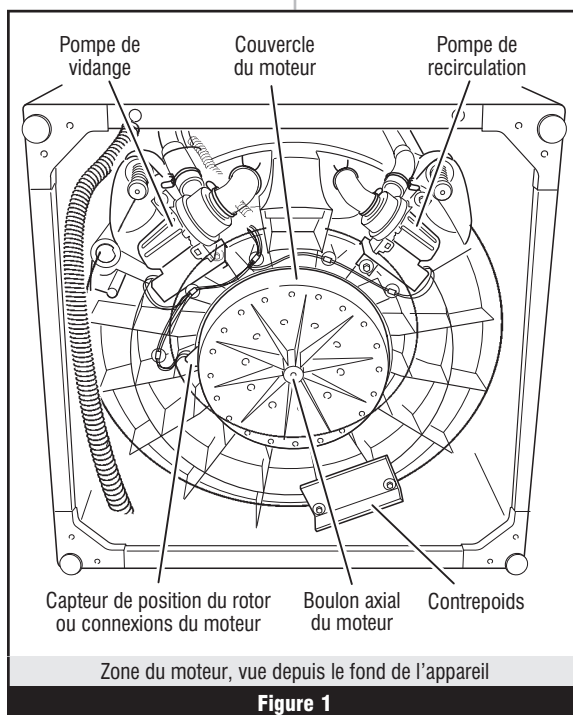
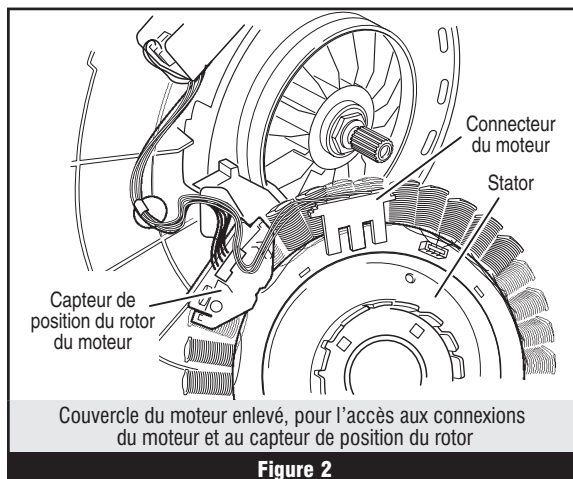

Figure 1
Figure 2
7. Incliner la machine vers l'avant pour accéder au fond de la machine et à la zone du moteur. Voir figure 1. Enlever le boulon axial du moteur, puis le couvercle du moteur, pour accéder aux connexions. Voir figure 2.
9. Avec un ohmmètre, vérifier la continuité entre toutes les broches du connecteur P10 du module de commande machine/moteur et le connecteur du capteur de position du moteur. Voir figures 2 et 4, pages 12 et 16.